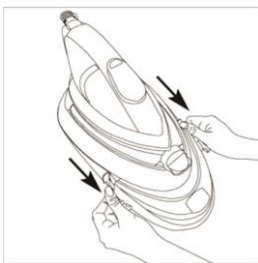

Рисунок 9
1. Витягніть резервуар для води (рис. 9).